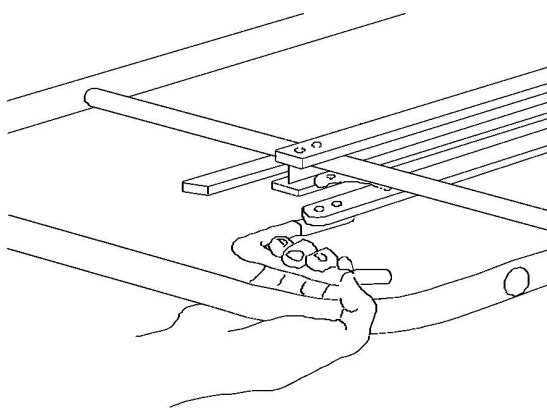

Figura 9: Maniglia lato piedi di comando gambe posteriori.
1. OPERATORE 1: posizionarsi all’estremità lato piedi della barella. In questo modo si avrà il controllo della maniglia di comando delle gambe posteriori (*figura 9*).